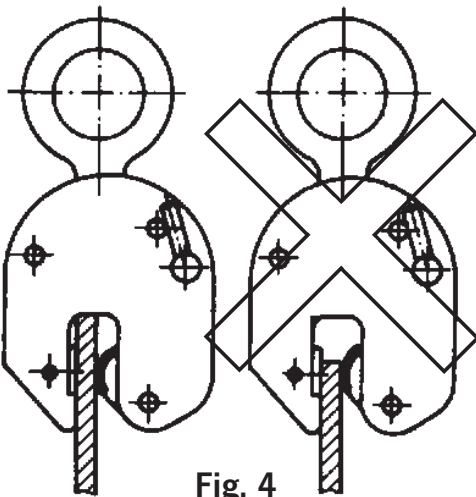

Fig. 4
- Always insert the load fully into the mouth of the clamp (Fig. 4).
- La pince doit toujours être placée sur la tôle ou la pièce jusqu'à être en butée (Fig. 4).